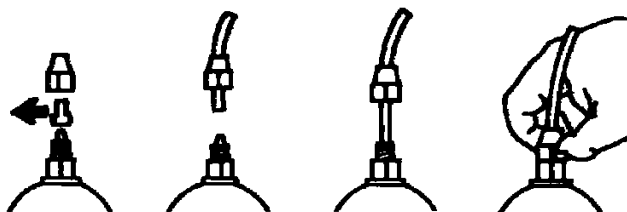

Fig. 7
- e. Sfilare la due capsule rosse di protezione dai raccordi, inserire fino in fondo i tubetti sui relativi attacchi conici e bloccarli con le apposite ghiere di fissaggio (Fig. 7).